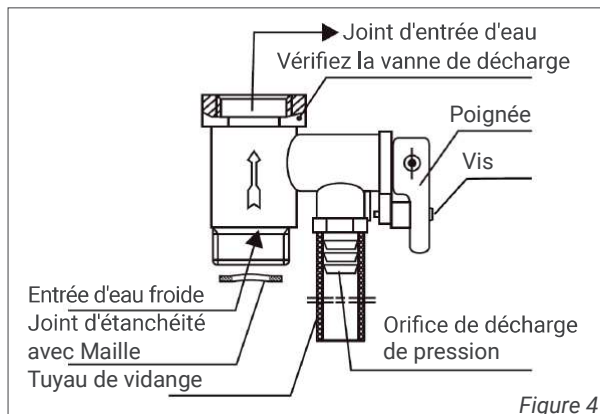

Figure 4
1. La vanne de sécurité (identification d'usine 0,8MPa) parmi les accessoires sera installée sur le raccord d'entrée d'eau (comme illustré à la figure 4), ainsi que la matière première. Le ruban doit être enroulé pour assurer l'étanchéité. La direction de la flèche doit être cohérente avec le sens du flux d'entrée d'eau du chauffe-eau électrique (comme illustré à la Fig. 4). Le joint d'étanchéité du filet sera installé à l'entrée d'eau froide de la vanne de sécurité, et le tuyau de vidange à la pression à la sortie de décharge de la vanne de sécurité doit être installé de manière à maintenir une inclinaison continue vers le bas. Il sera installé dans un environnement sans gel, puis prolongé jusqu'à la fuite à la terre, maintenu connecté à l'atmosphère et correctement fixé pour éviter les brûlures dues à la décharge d'eau chaude ou de vapeur. La vanne de sécurité peut empêcher que la pression du réservoir ne dépasse la pression nominale de 0,1 MPa. Si la pression dans le réservoir est trop élevée, la vanne de sécurité s'ouvrira automatiquement et évacuera l'eau par son orifice de décharge de pression pour libérer la pression.
8. Si les utilisateurs souhaitent une alimentation en eau multivoies, ils peuvent connecter le tuyau d'eau selon la méthode illustrée à la figure 4.